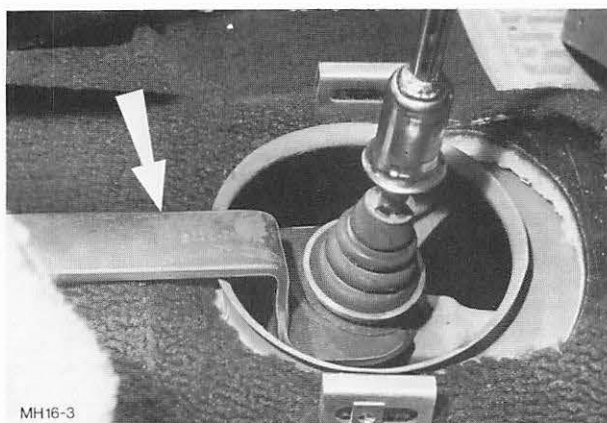

Abb. 16 Kugelkappe – Schalthebel mit Werkzeug G2-7220 anziehen
19. Schalthebel in Getriebe einbauen. Kugelkappe – Schalthebel mit Werkzeug G2-7220 anziehen, Abb. 16, sichern und Manschette montieren.